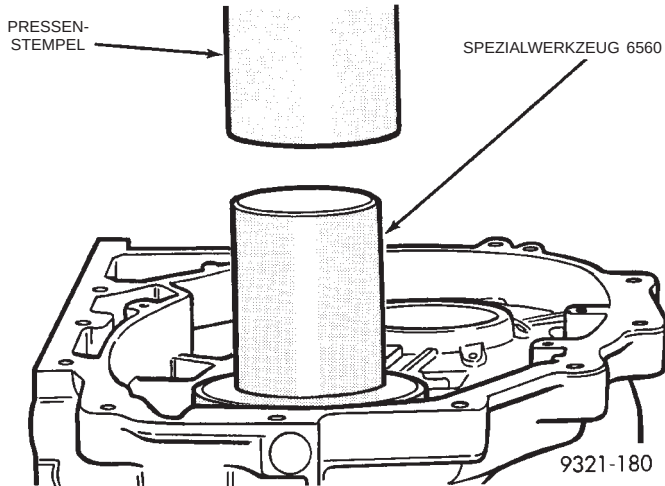

Abb. 329 Hintere Lagerschale/Zwischenwelle einpressen
(40) Lagerschale mit Spezialwerkzeug 6560 in das Gehäuse einpressen (Abb. 329).